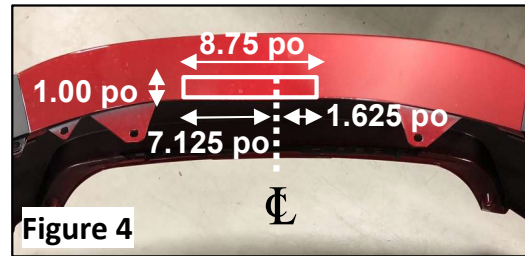

Figure 4
- Using 1/2" drill bit, locate hole in bracket on bottom of frame. Drill hole through frame. Feed the carriage bolt ② and spacer ③ through the access hole using the pull wires ⑥. Remove pull wires and loosely install conical washer ④ and hex nut ⑤ to hitch.
**4. Trim fascia:** Trim fascia in area shown in **Figure 4**.
- À l'aide d'un foret de 1/2 po, repérer le trou dans le support au bas du cadre. Percer un trou dans le cadre. Acheminer le boulon de carrosserie ② et l'espaceur ③ à travers le trou d'accès à l'aide des fils de tirage ⑥. Retirer les fils de tirage et installer lâchement une rondelle conique ④ et un écrou hexagonal ⑤ sur l'attelage.
**4. Découper le carénage:** Découper le carénage dans la zone illustrée à la Figure 4.